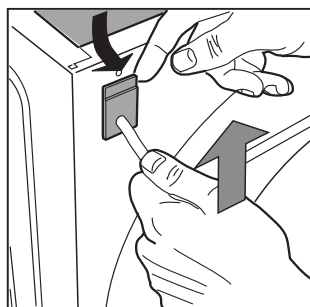

Рис. 5
4. На задней стенке слегка выдвиньте кабельный ввод и движением вверх вытащите питающий кабель (рис. 5).